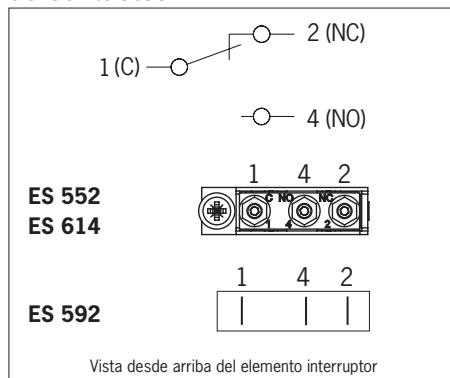

Fig. 1: Elementos interruptores y asignación de contactos
- Para la asignación de contactos, véase la Fig. 1.